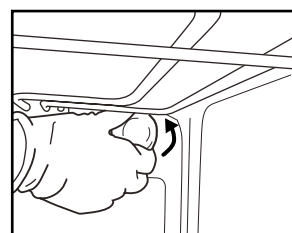

Fig. 6
2. Skru løs lampedeckslet (Fig. 6), skift ut pæren (se anmerkningene for type pære) og sett dekslet tilbake på plass.